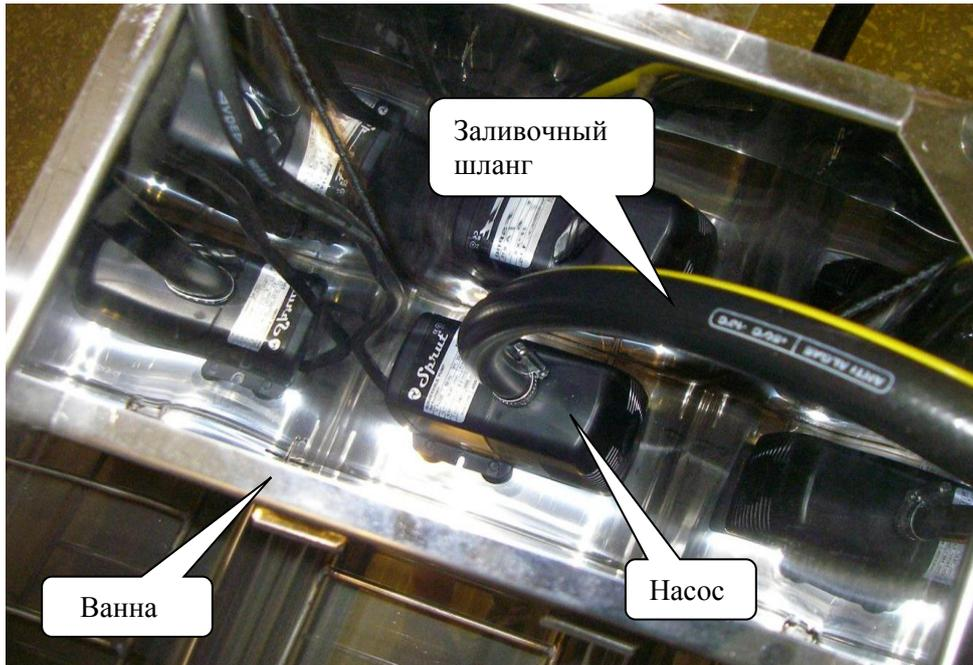

Рис. 7.2. Размещение насоса внутри ванны.
7.3.3 Насос установить в ванну и подключить к нему шланг с заливочным пистолетом. Заливочный пистолет разместить на подставке. Провод насоса со штепсельной вилкой включить в розетку «НАСОС», расположенную на подставке. (рис.7.2 ,7.3)